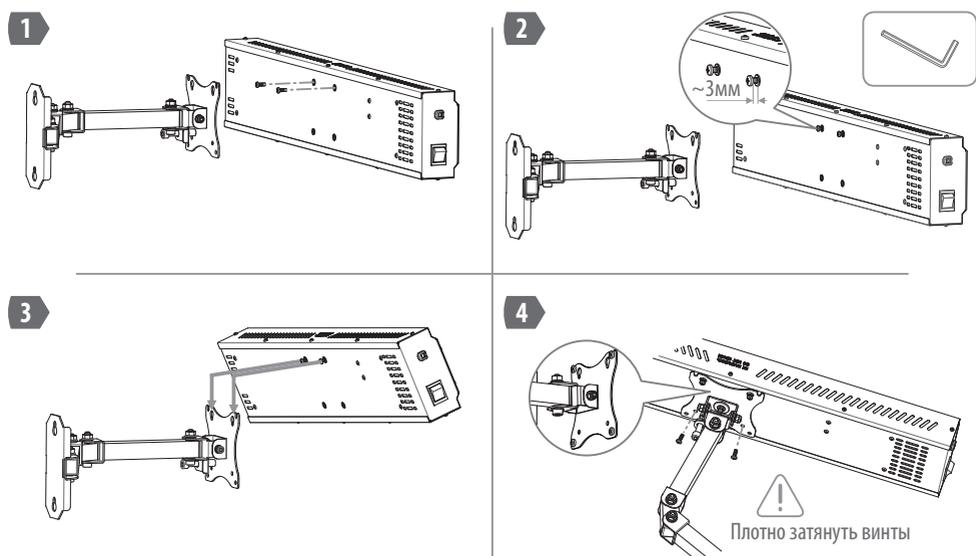

Рисунок 2. Монтаж обогревателя на держатель
- 4.6. Вверните винты M4 в крепёжные отверстия VESA на задней панели обогревателя, оставив расстояние между головкой и корпусом около 3мм. Навесьте обогреватель на держатель и вверните нижние винты в крепёжные отверстия VESA. Протяните все винты, убедитесь в отсутствии люфта обогревателя. Процесс монтажа показан на рис.2.